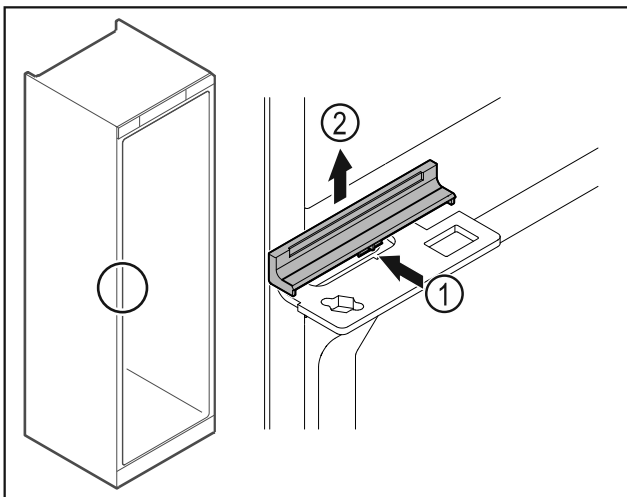

Fig. 48
- Zľahka zatlačte kryt Fig. 48 (1) v strede a odoberte ho nahor Fig. 48 (2).